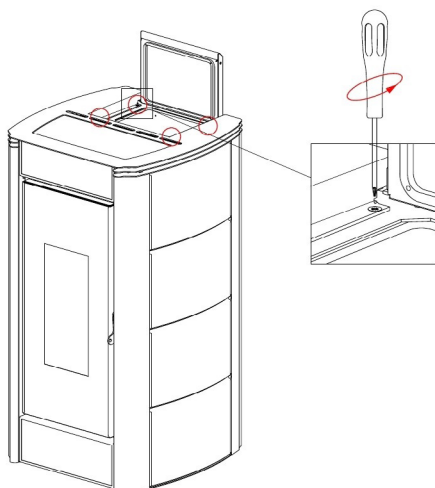

Fig. 29 - Entfernen der Schrauben
- Abdeckung entfernen: Die 4 oberen Schrauben herausschrauben (siehe **Fig. 29 a pag. 23**).